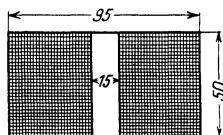

Abb. 3. Spulenabmessungen zu Aufgabe 29.
**29.** Eine Spule von  $15 [30]$  mm (Abb. 3) innerem Durchmesser ist mit einem  $0,3 [0,4]$  mm dicken Kupferdraht, der mit Seide besponnen ist, bewickelt, und zwar liegen  $125 [200]$  Drähte nebeneinander und  $100 [90]$  Lagen übereinander, so daß der äußere Durchmesser der Spule  $95 [120]$  mm beträgt. Welchen Widerstand besitzt die Spule bei  $20^\circ$ ?